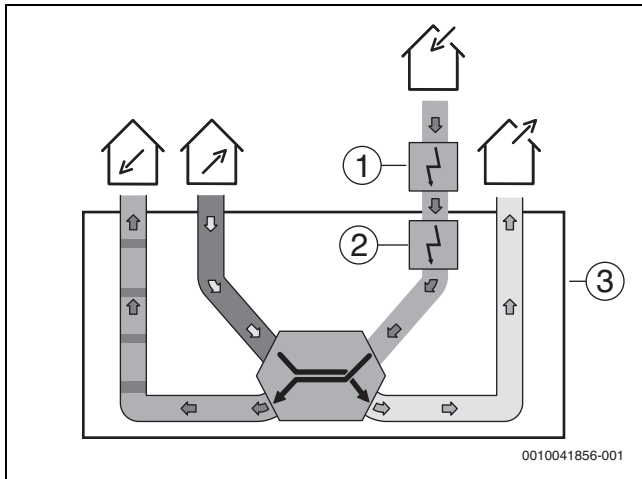
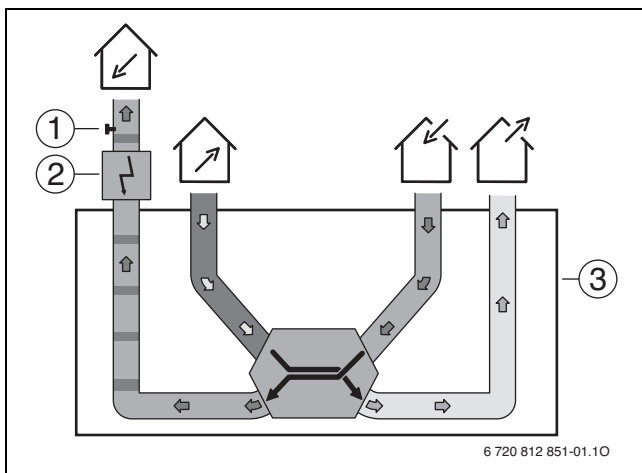
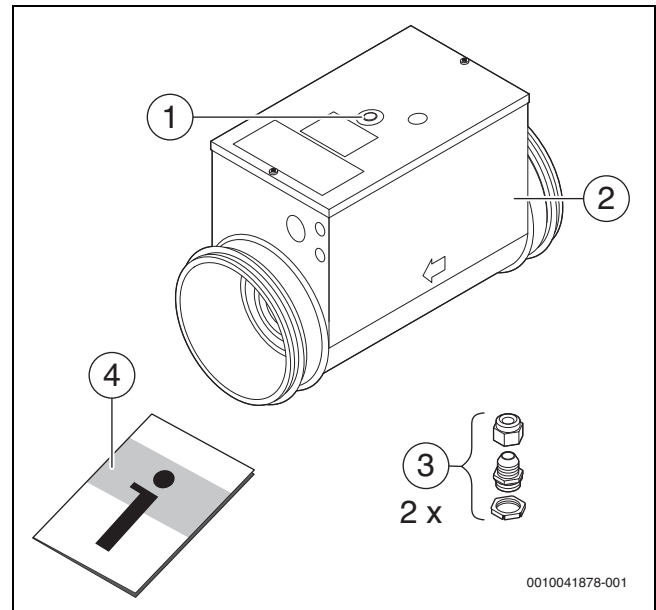
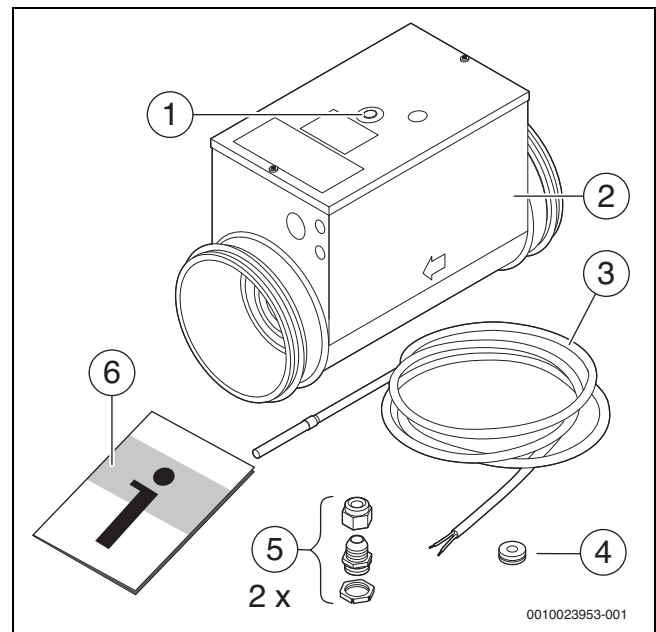

Bild 1 Lüftungsgerät mit zusätzlichem elektrischen Vorheizregister
Bild 2 Lüftungsgerät mit elektrischem Nachheizregister
Bild 3 Lieferumfang zusätzliches Vorheizregister HRE 160-1200
Bild 4 Lieferumfang Nachheizregister HRE-A 160-1200/HRE-A 100-600
Das elektrische Heizregister HRE(-A) 160-1200 kann je nach Lieferumfang als zusätzliches Vorheizregister (→ Bild 1 und Bild 3) oder als Nachheizregister (→ Bild 2 und Bild 4) in Systemen zur kontrollierten Wohnraumlüftung eingesetzt werden. Das elektrische Nachheizregister HRE-A 100-600 wird zur Erwärmung der Zuluft in Systemen zur kontrollierten Wohnraumlüftung eingesetzt (→ Bild 2 und Bild 4).
Die Heizregister sind jeweils mit zwei Überhitzungsschutzvorrichtungen ausgestattet, einem automatischen und einem manuell rückstellbaren Sicherheitstemperaturbegrenzer. Das bauseitige Kabel für das Steuersignal des Heizregisters wird am Lüftungsgerät angeschlossen. Das Lüftungsgerät übernimmt die Steuerung der Heizregister. Die Stromversorgung der Heizregister erfolgt über einen separaten Netzanschluss. Im Lieferumfang der Nachheizregister-Sets ist zudem ein Temperaturfühler (→ Bild 2 [1] und Bild 4 [3]) enthalten, der am Lüftungsgerät angeschlossen wird.
- ▶ Nach Beseitigung der Störung: Reset-Knopf auf dem Deckel des Heizregisters drücken (→ Bild 3 und Bild 4). Der Überhitzungsschutz ist zurückgestellt.